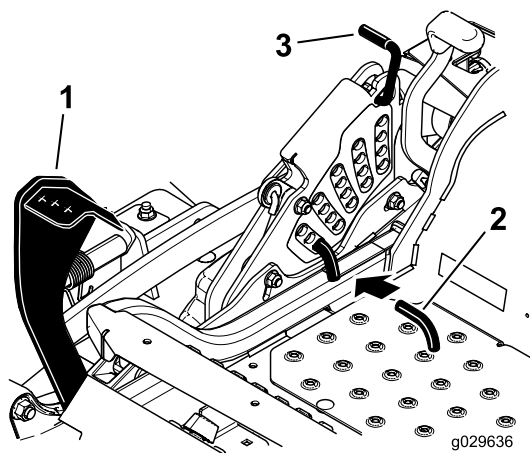

Figure 28
2. Appuyez sur la pédale de relevage du tablier avec le pied et relevez le tablier en position de transport (qui est aussi la position de hauteur de coupe de 140 mm [5½ po]); voir Figure 28.
3. Pour changer de hauteur de coupe, tournez l'axe de chape de 90 degrés et retirez-le du support de hauteur de coupe (Figure 28).
4. Insérez l'axe dans le trou du support correspondant à la hauteur de coupe voulue (Figure 28).